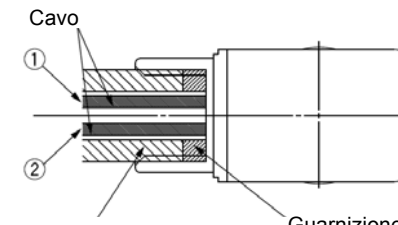

Figura 12
- Serrare il condotto come indicato nella Figura 12.